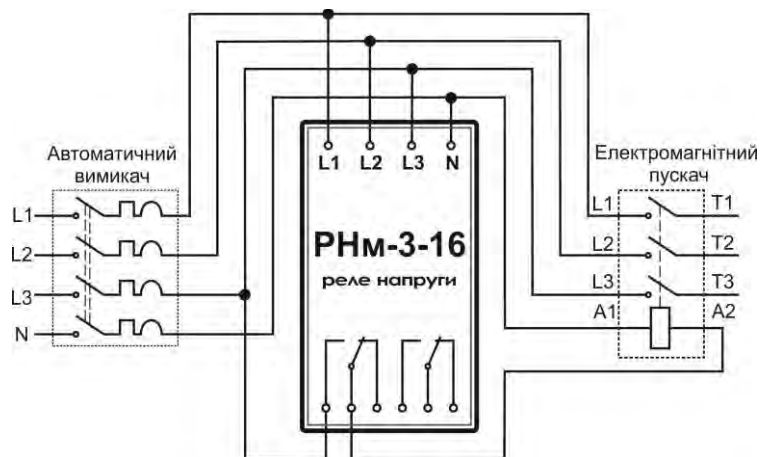

Рисунок 2 – Схема підключення автоматичного вимикача, реле і електромагнітного пускача
3.4 Підключити реле до трифазної мережі, використовуючи провід з перетином не більше 1,5 мм². При підключенні необхідно дотримуватись порядку підключення фаз відповідно до схеми підключення рисунок 2.